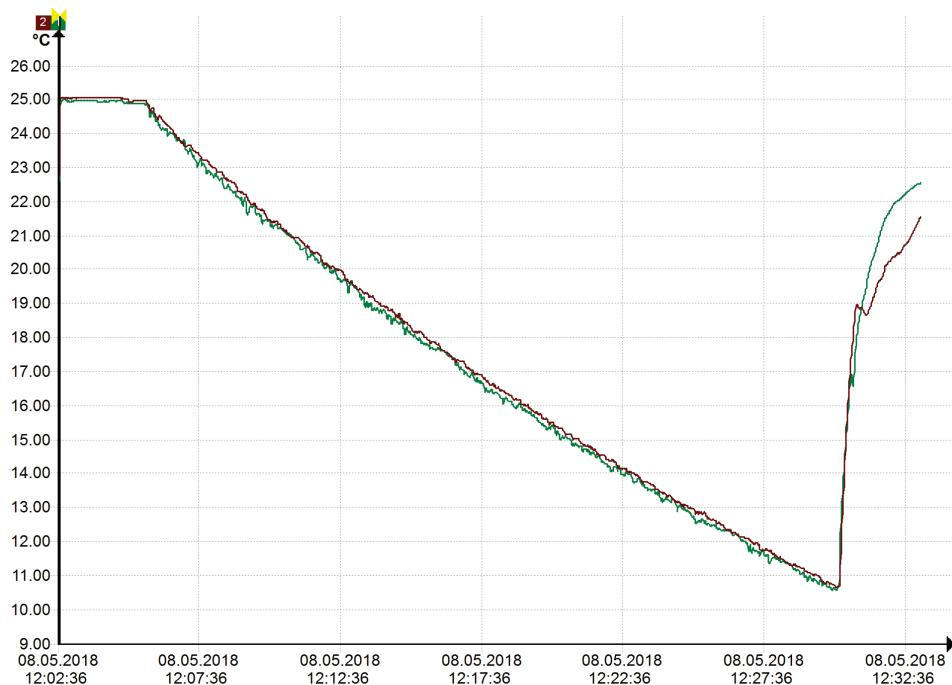

Bild 25: Beispiel einer Loggerkurve zur Kälteleistung (mit 2 Dataloggern)
5. Lesen Sie den Datenlogger aus. Markieren Sie in der Loggerkurve die Stellen, an denen 20 °C und 10 °C erreicht werden (► Bild 25).